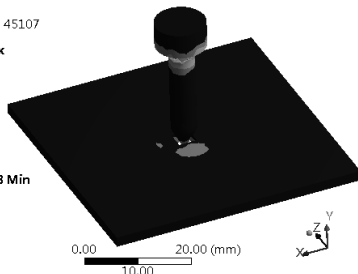

图 11-34 应变分析云图
Step7: 选择 Outline (分析树) 中 Solution (B6) 下的 Equivalent (von-Mises) (等效应变) 命令, 此时会出现如图 11-34 所示的应变分布云图。